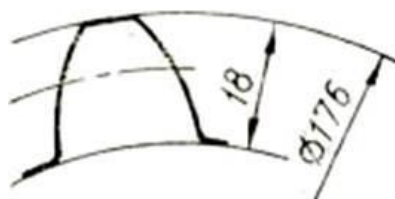

Рис.3
12. Сколько, зубьев имеет нормальное прямозубчатое зубчатое колесо с указанными размерами (рис. 3)?